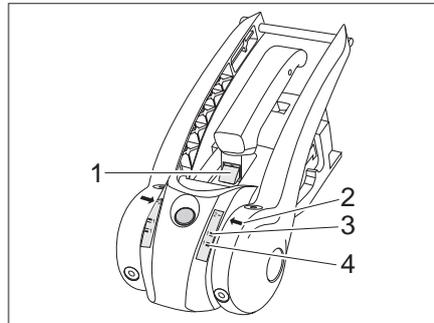

Bild 170 Verschleißkontrolle Reibbeläge
- Wenn die grüne Markierung sichtbar ist (Bild 170,1), sind die Reibbeläge vorn und hinten noch in Ordnung. Ist die grüne Markierung nicht mehr sichtbar, müssen die Reibbeläge gewechselt werden.
- Ist der Pfeil (Bild 170,2) unterhalb der Softdockmarkierung 1-grün, (Bild 170,4) sind die Reibbeläge rechts und links in Ordnung. Ist der Pfeil (Bild 170,2) oberhalb der Softdockmarkierung 1-rot (Bild 170,3), müssen die Reibbeläge gewechselt werden.
- Wenn die grüne Markierung sichtbar ist (Bild 170,1), ist die Kupplungskugel in Ordnung. Ist die grüne Markierung nicht mehr sichtbar, ist der Durchmesser der Kupplungskugel < 49mm und die Kupplungskugel muss gewechselt werden.